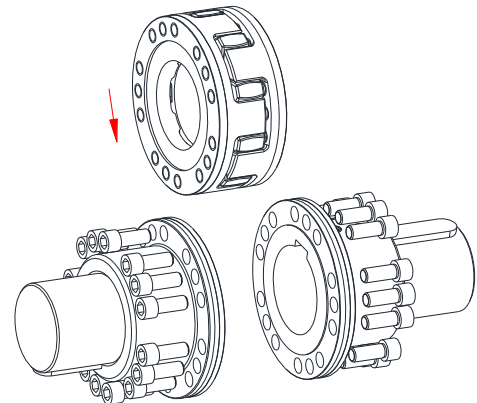

Figura 16: Montaje de los componentes sobre el eje
- Posicónelo entre las bridas de los acoplamientos (ver figura 16).